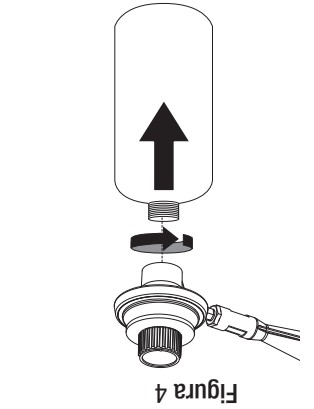

Figura 4
2. Gire el tanque de gas propano líquido en sentido contrario a las manecillas del reloj, hasta que se afloje (vea Figura 4).